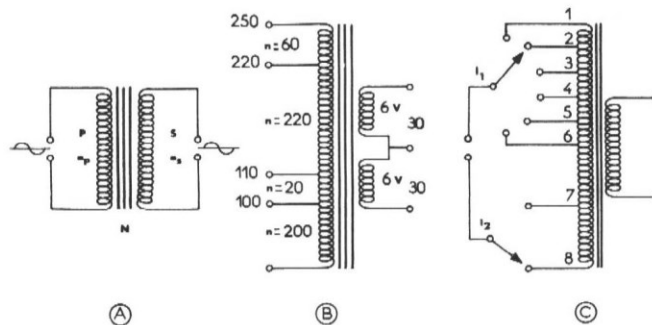

Figure 2
A la **figure 2** on donne en (A) le schéma le plus simple d'un transformateur, composant **électrique** et non **électronique**. Il possède un primaire P et un secondaire S, chacun composé d'un bobinage régulier de fil isolé à l'émail ou autre isolant.
La réalisation pratique sera un enroulement de 500 spires (pour 250 V) avec des prises pour les tensions moindres. Ce primaire est indiqué à la **figure 2 B**. Le point 0 est le début de l'enroulement primaire.
Un autre procédé d'adaptation est indiqué en (C) **figure 2**.